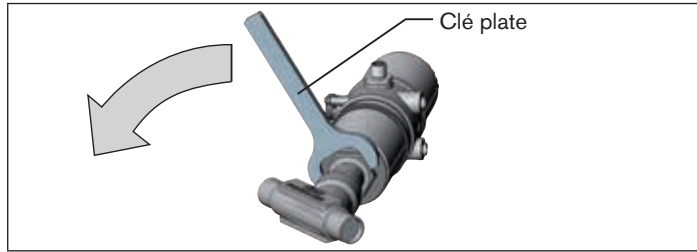

Fig. 7 : Tourner avec une clé plate
- ▶ Tourner l'actionneur uniquement dans le sens prescrit (voir « Fig. 7 »).